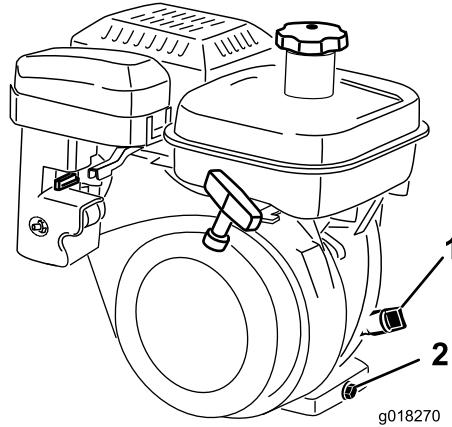

Рисунок 30
- Установите газонокосилку так, чтобы двигатель был расположен горизонтально, и очистите масломерный щуп со всех сторон (Рисунок 30).
- Извлеките масломерный щуп, повернув его против часовой стрелки (Рисунок 30).
масла, чтобы поднять уровень до области между метками H и L на шупе (Рисунок 30).
2. В задней части машины подставьте сливной поддон под пробку сливного отверстия (Рисунок 30).